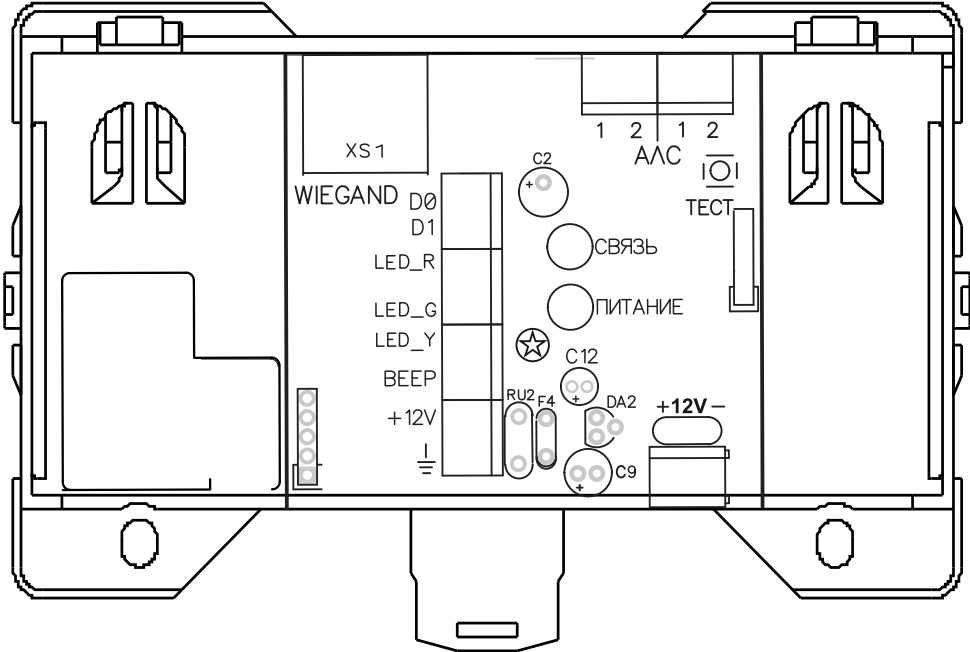

Рисунок 1
4.1 ИМ конструктивно выполнен в пластмассовом корпусе, внутри которого размещена плата с электронными компонентами. Корпус состоит из двух частей – основания и крышки (рисунок 1).